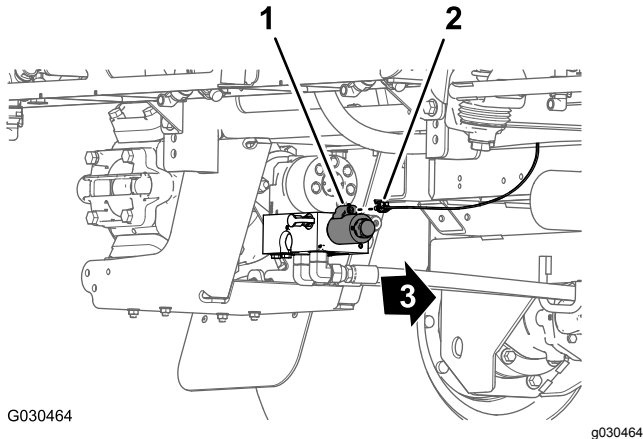

Bild 107
- Schließen Sie hinten an der Maschine, innen an der Sprühpumpe, den 2-Buchsen-Stecker, der mit **Spray Pump Solenoid** beschriftet ist, des 86-cm-Kabelbaumzweigs am 2-Stift-Stecker des Relais für die Pumpe an (Bild 107).